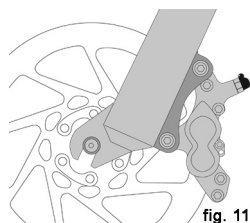
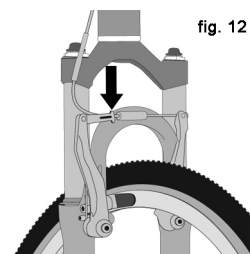

fig. 11
fig. 12
3. Некоторые типы велосипедных тормозов, такие как дисковые (рисунок 11) или прямой тяги (рисунок 12), исключительно мощны. Будьте особенно внимательны, привыкая к их работе, и осторожны в их эксплуатации.
Большинство тормозов, сжимающий обод колеса, имеют специальный разъем, позволяющий развести тормозные колодки в стороны для снятия и постановки колеса. Когда разъем разомкнут, тормоза не могут функционировать. Попросите продавца показать Вам, как функционирует разъем тормозных механизмов на Вашем велосипеде (рисунок 12, 13, 14 и 15), перед выездом всегда проверяйте работоспособность обоих тормозов.